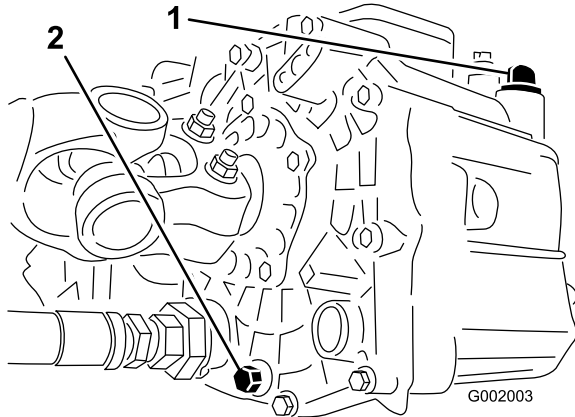

Figura 69
3. Retire el tapón de vaciado del lado del depósito y deje que se drene el aceite hidráulico al recipiente (Figura 69).